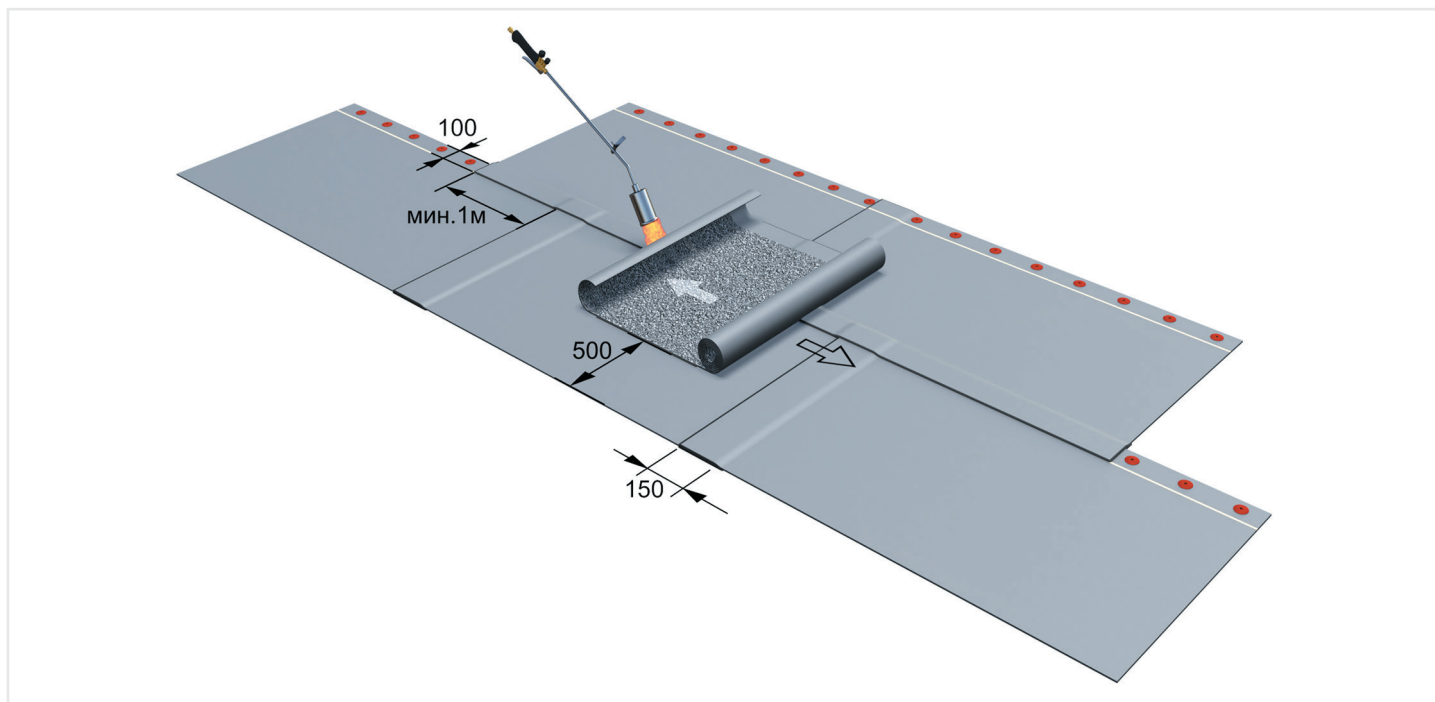

Рисунок 51 - Устройство второго слоя
5.7.5.10 Второй слой (двухслойное решение) наплавляется со смещением полотен на 500 мм относительно первого. Швы первого и второго слоя не должны совпадать (Рисунок 51). Перекрестное наплавление рулонов смежных слоев не допускается.